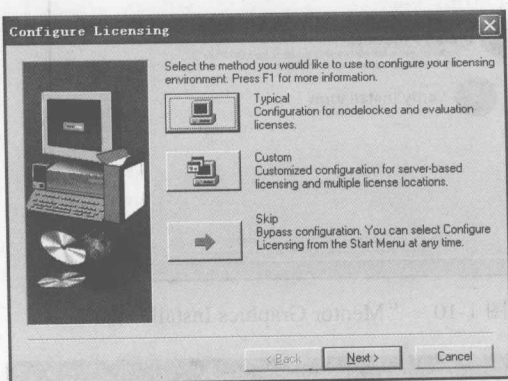

图 1-5 “Configure Licensing”对话框
(5) 安装完成之后, 弹出如图 1-5 所示的对话框, 进行 License 文件的路径指定和配置。